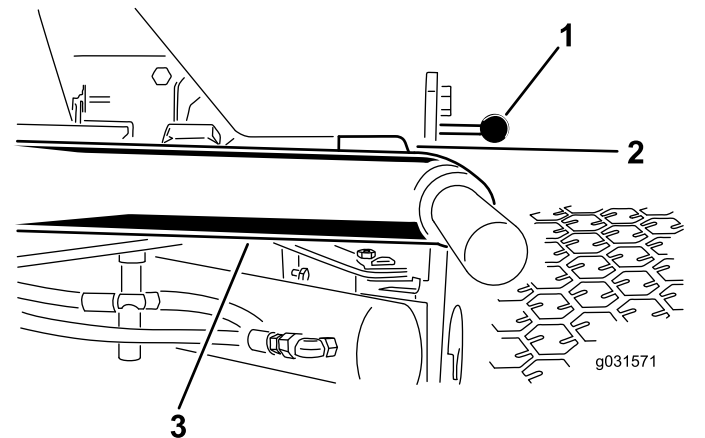

Figura 7
1. Arranque el motor, eleve las unidades de corte y compruebe que la holgura entre cada brazo de elevación y el soporte de la chapa de suelo es de 5 a 8 mm (0.18 a 0.32"), como se muestra en la Figura 7.